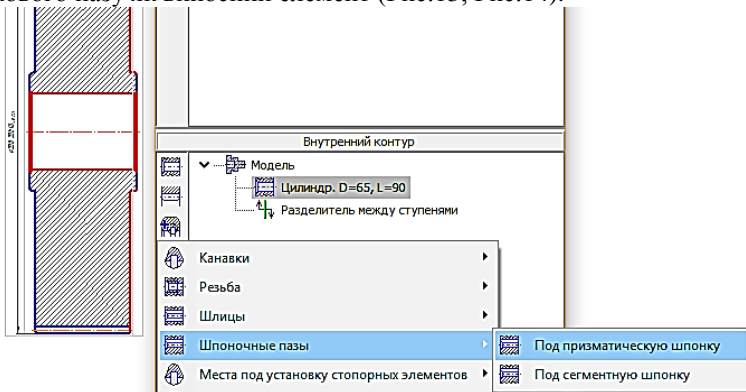
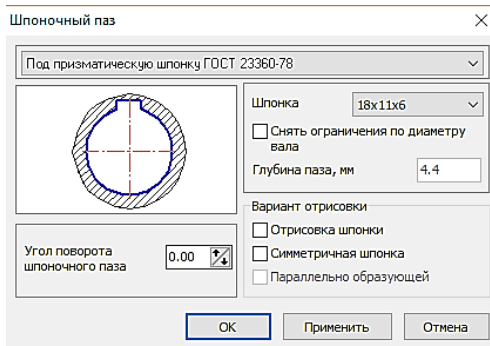

Рис.13 – Побудова маточини справа та завдання побудови шпонкового пазу
Рис.14 – Побудова шпонкового пазу
4.10. Вибрати кнопку *Дополнительные построения* і побудувати шпонковий паз (розміри його визначаються автоматично) і профіль шпонкового пазу як виносний елемент (Рис.13, Рис.14).